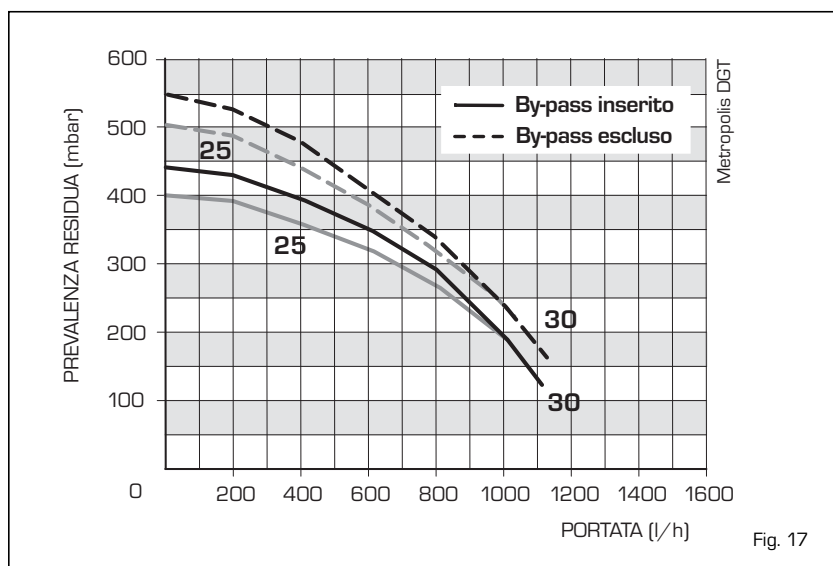

Fig. 17
3.11 PRESSOSTATO ACQUA (fig. 17/a)